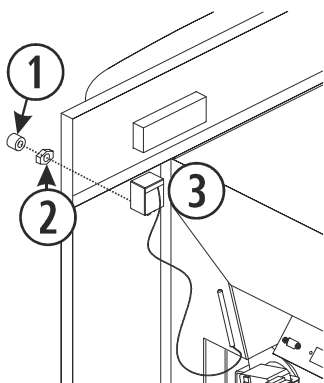
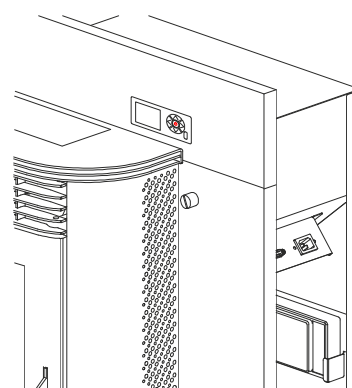

Figura 14
Figura 15
Se la stufa che abbiamo è un' Ecoaire Insert o Eco II, dobbiamo fissare il termostato di sicurezza ai pannelli dell'incasso. Questi, dispongono già di una fessura, attraverso la quale inseriamo il termostato (③) secondo la *figura 14*, lo fissiamo all'incasso con un bullone (②) e infine avvitiamo il coperchio (①). La stufa utilizzata nelle figure è una Ecoll, si mostra il risultato finale nella *figura 15*.